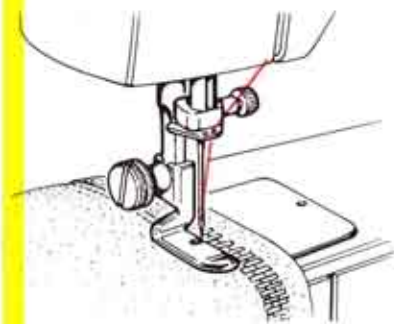

Abb. 15
14. Reißverschluss einnähen (Abb. 15)